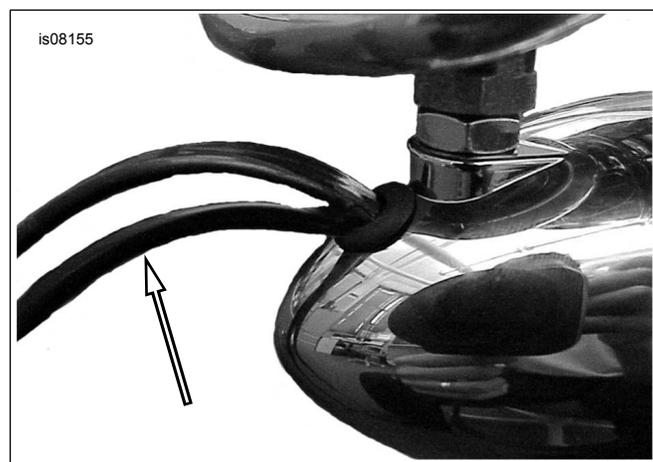

Figure 11. Acheminement du fil conducteur du feu de croisement
11. Voir Figure 11. Acheminer le fil conducteur du feu de croisement à travers l'œillet du boîtier du feu de direction.